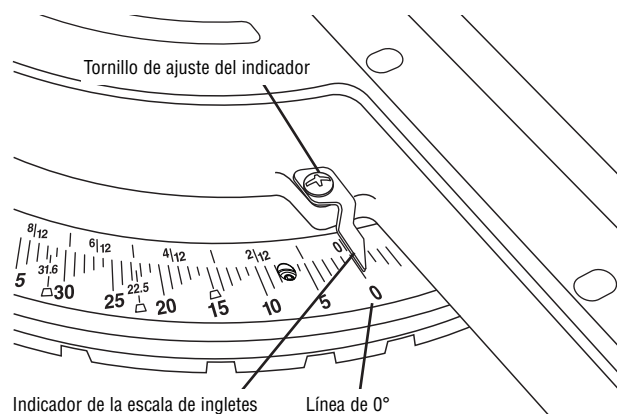

Figura 20. Ajuste de la escala de ingletes
3. Afloje el tornillo de ajuste del indicador que sujeta en posición correcta el indicador de la escala de ingletes (vea la figura 20).